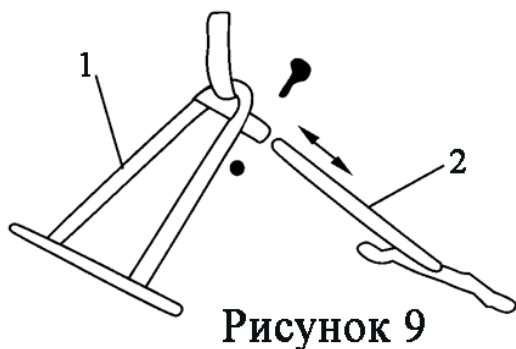

Рисунок 9
1. Соедините две части рамы бетономешалки (1, 2) и закрепите болтом и гайкой (Рисунок 9).